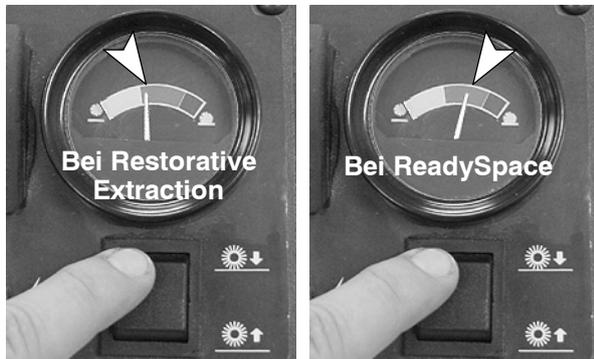

ABB. 10
5. Stellen Sie den Bürstenandruckmesser ein. Zur Erzielung des besten Reinigungsergebnis muss der Bürstenandruckmesser, wie unten angegeben, im grünen Bereich eingestellt sein (Abbildung 10).